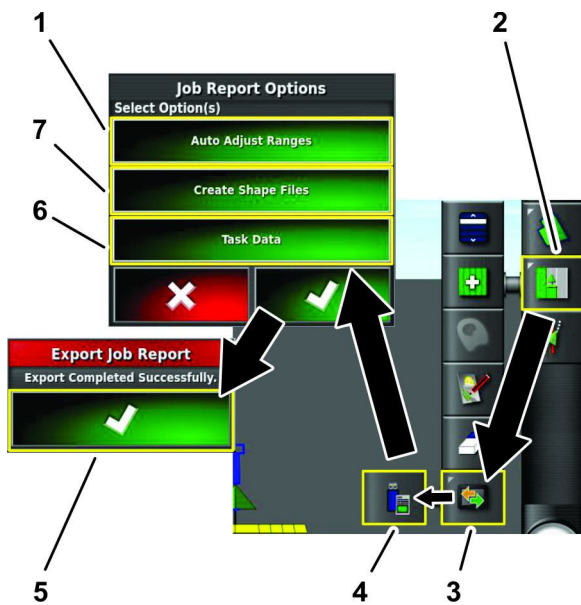

Рисунок 29
1. Нажмите на значок меню рабочего задания (Рисунок 29).
2. Нажмите на значок меню обмена данными (Рисунок 29).
3. Нажмите на значок экспорта отчета о рабочем задании на USB-накопитель (Рисунок 29).
5. Нажмите на значок «СОЗДАНИЕ ШЕЙП-ФАЙЛОВ» (Рисунок 29).
6. В диалоговом окне опций отчетов о рабочем задании нажмите на значок подтверждения (Рисунок 29).
7. В диалоговом окне экспорта отчетов о рабочем задании нажмите на значок подтверждения (Рисунок 29).